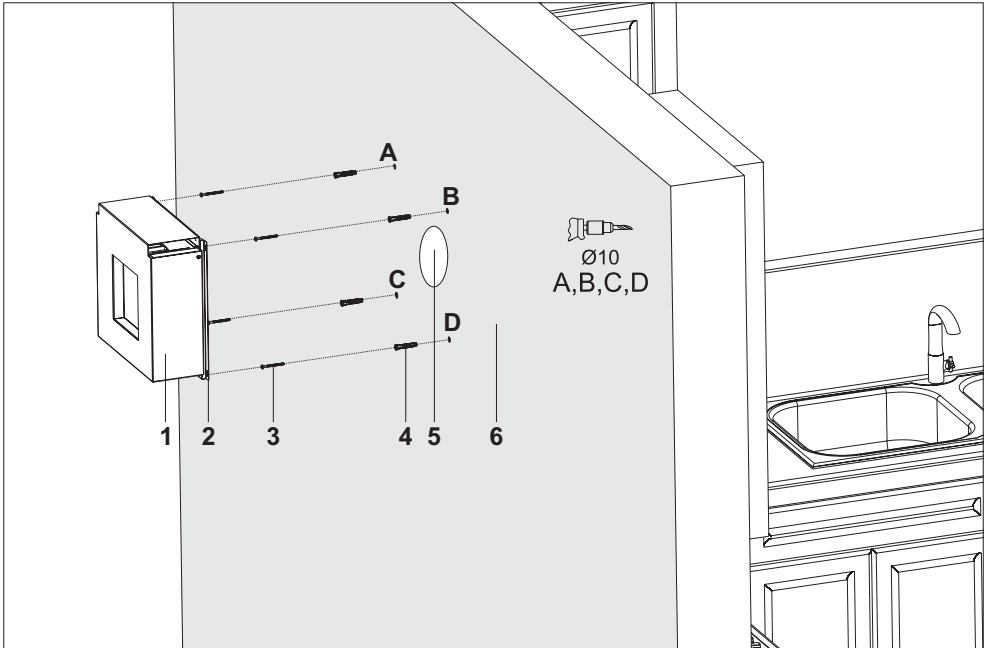

Fig. 7 MONTERING, INSTALLATION OCH KOMPONENTER
- Häng den externa motorn på A, B-skruvarna på väggen från upphängningsplattorna. Spänn A + B-monteringskruvarna på väggen och fäst motorn ordentligt vid punkt D, C (Fig. 7).
- Sätt in Ø10mm pluggar (4) i de borrhade hålen A, B, C och D och skruva fast de 5,5 x 60 monteringskruvarna (3) vid punkterna A + B på så sätt att 5mm återstår mellan skruvhuvudet och väggen (Fig. 7).